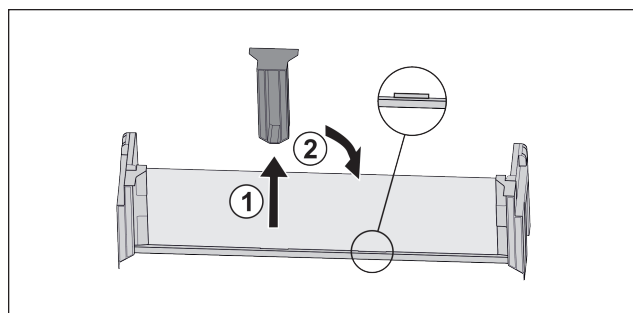

Fig. 85
- ▶ Wyciągnąć środkowy element trzymający Fig. 85 (1).
- ▶ Włożyć środkowy element trzymający na środkowej pozycji Fig. 85 (2).